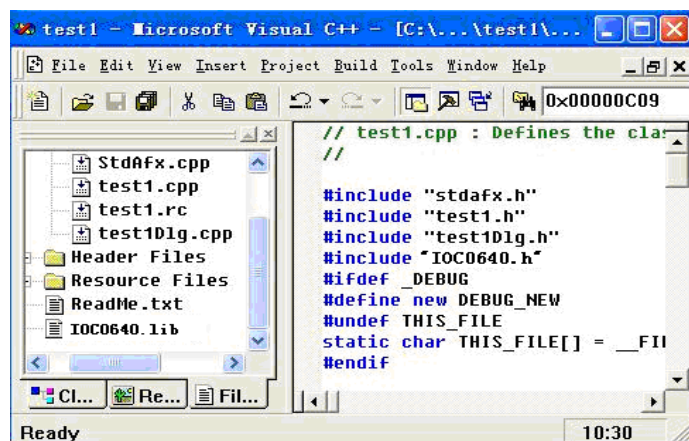

图6-9 程序增加头文件
- (7) 在资料光盘的相应目录下找到 IOC0640.h 和 IOC0640.lib 文件，拷贝到 E:\tes1 目录下。
- (8) 选择“工程”->“添加工程”->“文件”，选中 IOC0640.lib 文件加入到工程中。
- (9) 打开 test1.cpp 文件，在程序开始部分添加语句：`#include "IOC0640.h"`，如图 6-9 所示：